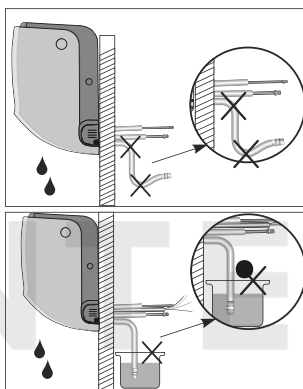

Figura 9.
- No doble la manguera, ni sumerja el extremo de la manguera dentro de agua, se puede presentar obstrucción y el agua podría devolverse y causar daños en la unidad interna. (Ver figura 9).